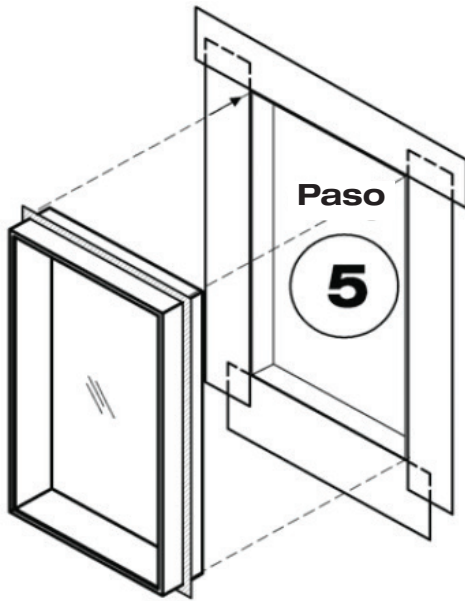

Figura 6 Instale la ventana en la abertura tapajuntas.
Paso 5. Instale la ventana en la abertura (ver la figura 6).